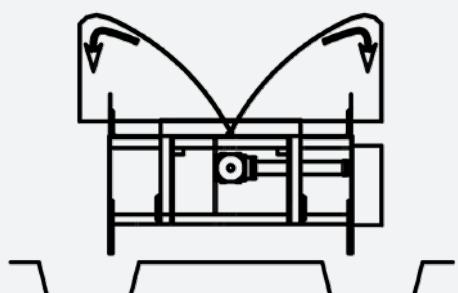

Fig. 3
- lo SPIT GREEN "VEGETABLES" (Fig. 3) con scarico laterale fisso (dx e sx)
- le SPIT GREEN "VEGETABLES" (Fig. 3) avec évacuation latérale fixe (à droite et à gauche)
- the SPIT GREEN "VEGETABLES" (Fig. 3) with fixed download on the right and on the left side
- SPIT GREEN "VEGETABLES" (Fig. 3) mit fester seitlicher Ausladung (rechts und links)
- el SPIT GREEN "VEGETABLES" (Fig. 3) con descarga lateral fija (a la dcha. y a la izda.)